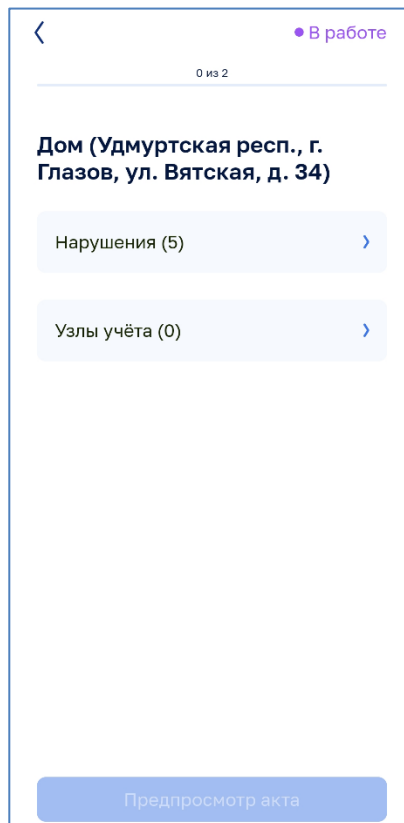

Рисунок 134 – Начальный экран заполнения акта
При заполнении акта (см. Рисунок 134) возможно добавить в акт следующую информацию:
При наличии нарушений необходимо открыть список нарушений нажатием на кнопку **Нарушения (5)** (см. Рисунок 134).
Узлы учёта (0) (см. Рисунок 134).